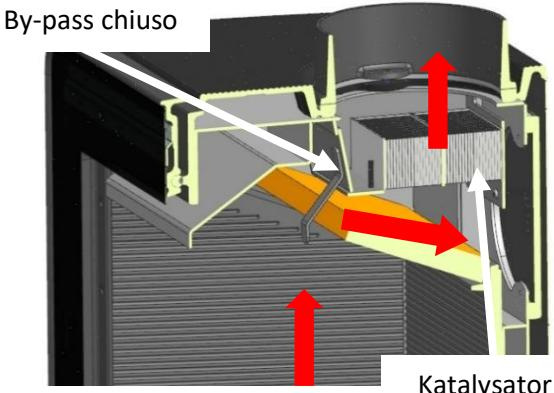

Fig. 21
- Quando la combustione sarà ben avviata, scorrere la leva di selezione in alto (punto "A"), servendosi del attrezzo fornito, per chiudere l'ignition booster. Regolare l'andamento del fuoco all'intensità desiderata con la manopola o premere OFF/LO o ON/HI sul telecomando. Chiudere il bypass in modo che tutti i gas passino attraverso il catalizzatore (Fig. 21) ed ottenere così la massima efficienza della stufa. Proteggere le mani per eseguire tale operazione. Inoltre, se si dispone della regolazione del tiraggio, è possibile regolare la combustione azionando il comando.